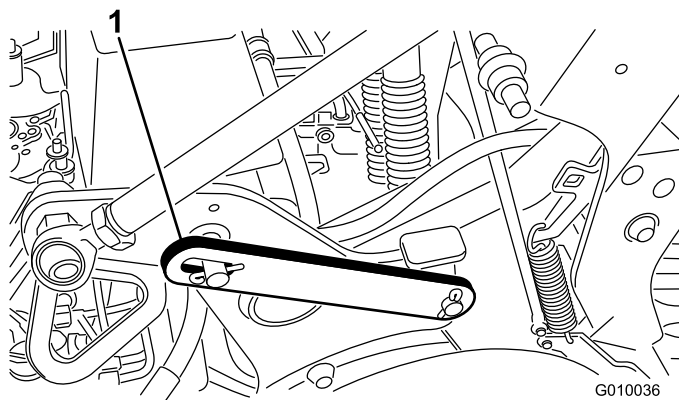

図 20
2. ラッチを収納位置に止めているクリップ・リングを外す(図 20)。